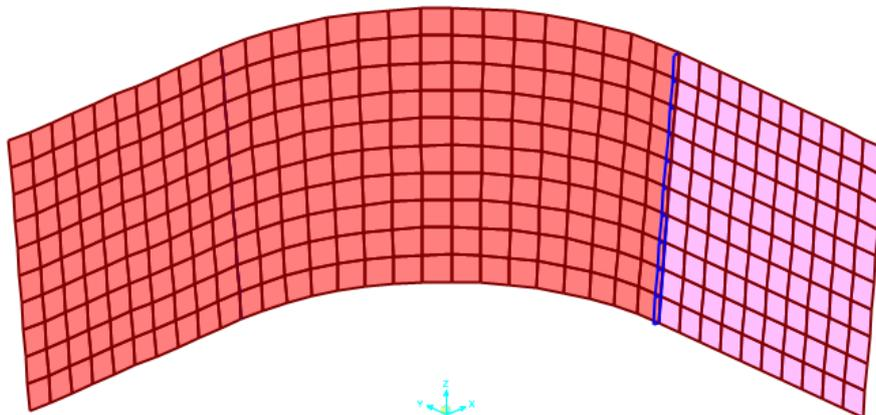

图 3-4 面板和平面框架模型
完成以上操作，几何模型如图 3-4 所示：
1. 如图 3-4 所示，对于模型右侧的直墙部分，其颜色与其余墙体不同，这是由于外法线方向不同造成的。如果风荷载以表面压力的方式进行加载，则壳单元外法线的方向必须统一，否则容易造成加载方向错误。